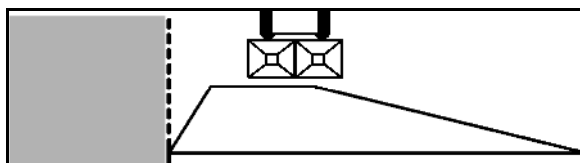

Fig. 46
1. Grænsespredning ifølge gødningsforskrifterne (Fig. 46):